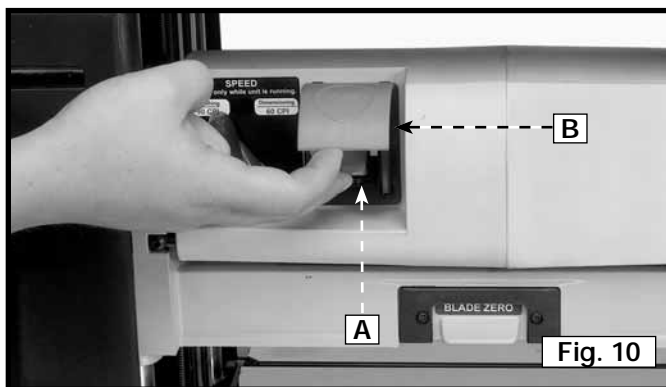

Fig. 10
El interruptor de encendido y apagado, Fig. 10, está ubicado en la parte delantera del motor de la cepilladora. Para encender la máquina, mueva el interruptor (A) hasta la posición hacia arriba. Para apagar la máquina, empuje hacia abajo sobre el protector del interruptor (B), Fig. 10.